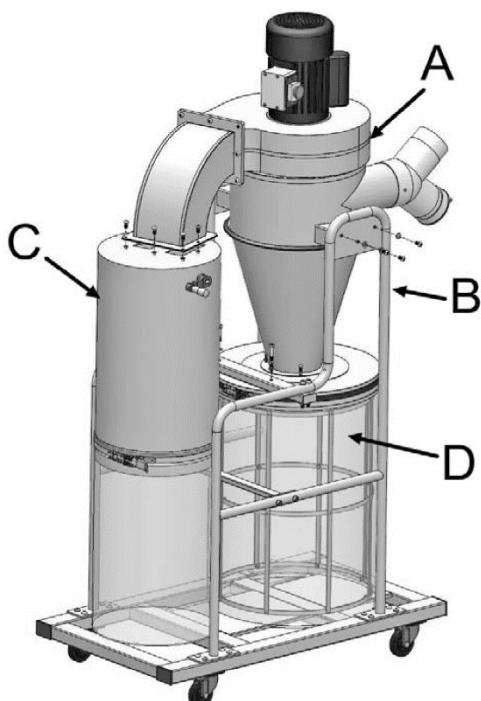

Рисунок 8.
Закрепите основной корпус в сборе (A) на стойках основания (B) при помощи винтов с шестигранным шлицем M8×16 и плоских шайб 8, рис. 8, 9.1.